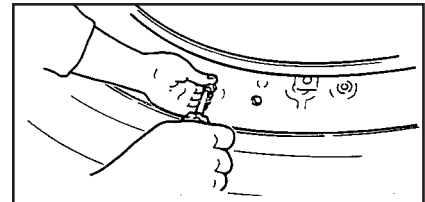

Figura 1
4. Saque el pivote de la válvula de inflado y desinfe los neumáticos por completo. (Vea la Figura 1.)